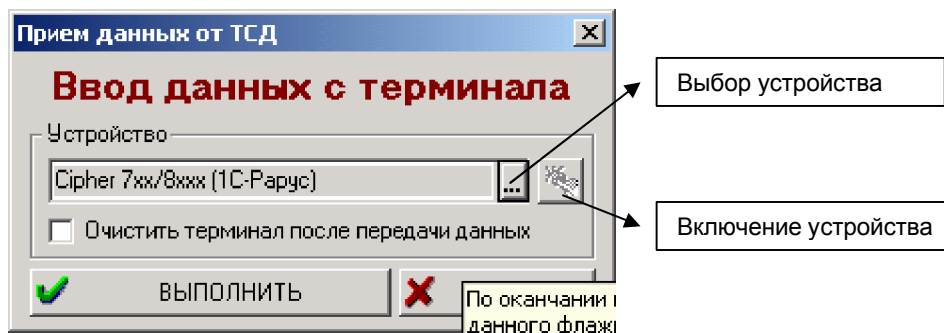

Рис. 11
- 5 В появившемся окне (рис. 11) выберите терминал, если необходимо.